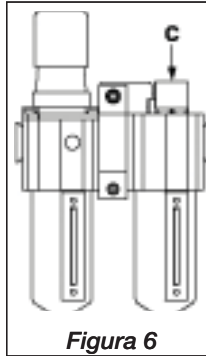

Figura 6
1. (-E) tipo di pompa per le chiavi torsionometriche SQD ed HXD. Accertarsi che i tubi utilizzati siano marcati "ENERPAC THC-700 SERIES - 800 Bar/11,600 psi max." I raccordi di accoppiamento di questi tubi sono polarizzati in fabbrica per assicurare il corretto funzionamento della chiave torsionometrica (vedere la Figura 6).
La manopola di regolazione (C) è regolata in fabbrica completamente in senso orario, in modo che non passi olio per lubrificare il sistema. Per effettuare la regolazione iniziale, aprire l'arrivo dell'aria e fare iniziare il passaggio verso il sistema. Girare la manopola per regolare il gocciolamento dell'olio. Girando la manopola in senso antiorario il ritmo di gocciolamento aumenta (vedere la Figura 6). Inizialmente il ritmo di gocciolamento deve essere regolato ad una o due gocce al minuto e quindi fare la regolazione più fine dopo che il sistema ha raggiunto la temperatura normale di funzionamento
Tirare la manopola diritto verso l'alto per sbloccare. La manopola di regolazione deve essere girata in senso orario per aumentare ed in senso antiorario per diminuire la regolazione della pressione di uscita (vedere la Figura 6).